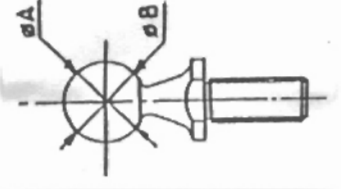

BILD 2
**2.2. MESSUNG DER RUNDHEIT DES KUGELKOPFES (siehe Bild 2)**